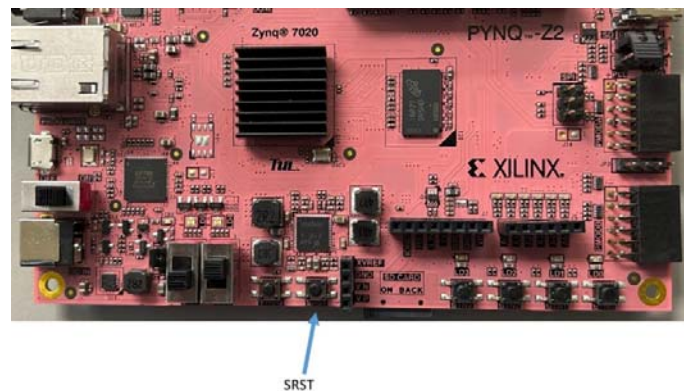

Figure 18
- 1) Entre chaque exécution de Debug Configurations, assurez-vous de faire un reset (voir bouton SRST sur figure 18) sur la carte. Surtout si le message suivant apparait :